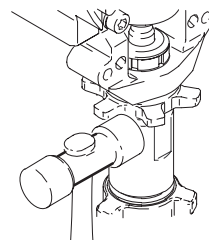

Fig. 16
Fig. 16. Enrosque a fondo la contratuerca en la bomba. Enrosque la bomba en el alojamiento del cojinete hasta que haga tope con la contratuerca. Haga retroceder la bomba y la contratuerca para alinear la salida de la bomba con la abertura de la cubierta (134). Apriete a mano la contratuerca, y después golpee ligeramente con un martillo de plástico para girarla 1/8 de vuelta, a un par aproximado de 102 N.m.